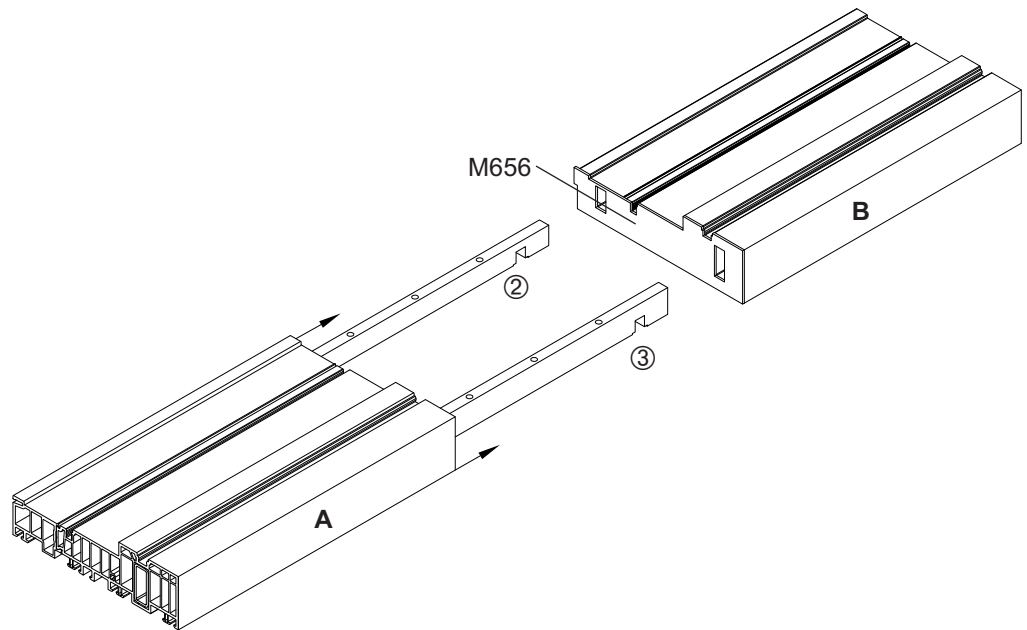

Abb. 2
2.2 Schwelle "Teil B" auf die Verbindungsleisten (2 + 3) aufschieben (Abb. 2).